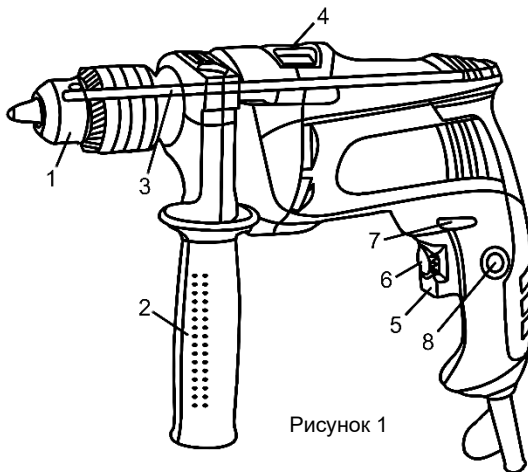

Рисунок 1
2.3.1 Виріб має два режими роботи: ударно-обертальний і обертальний. Перемикання режимів роботи виробу здійснюється переведенням перемикача (4) (див. рис.1) з одного крайнього положення в інше у бік відповідного символу режиму роботи:
- ударно-обертальний режим - перемикач (4) переведений до упору у бік символу **T**.
- обертальний режим - перемикач (4) переведений до упору у бік символу **2**.
4.2 Виберіть необхідний режим роботи виробу за допомогою перемикача (4) (див. рисунок 1). Перемикач режимів роботи виробу здійснюється переведенням перемикача (4) (див. рис.1) з одного крайнього положення в інше у бік відповідного символу режиму роботи:
- Ударно-обертальний режим - перемикач (4) повинен бути переведений до упору у бік символу **T**.
- Обертальний режим - перемикач (4) повинен бути переведений до упору у бік символу **2**.